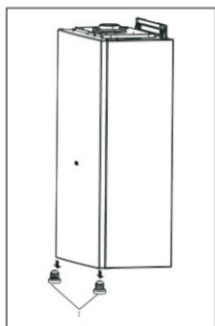

Рис. 14
- отвинтить 2 болта в нижней части панели управления (поз.1 рис. 14);